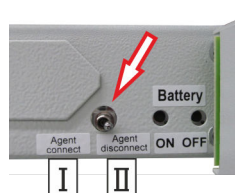

Fig. 32: Interruttore di bloccaggio
1. ➤ Bloccare il sistema: commutare l'interruttore di bloccaggio (Fig. 32/freccia) su "Agent disconnect [bloccato]" (Fig. 32/ II).